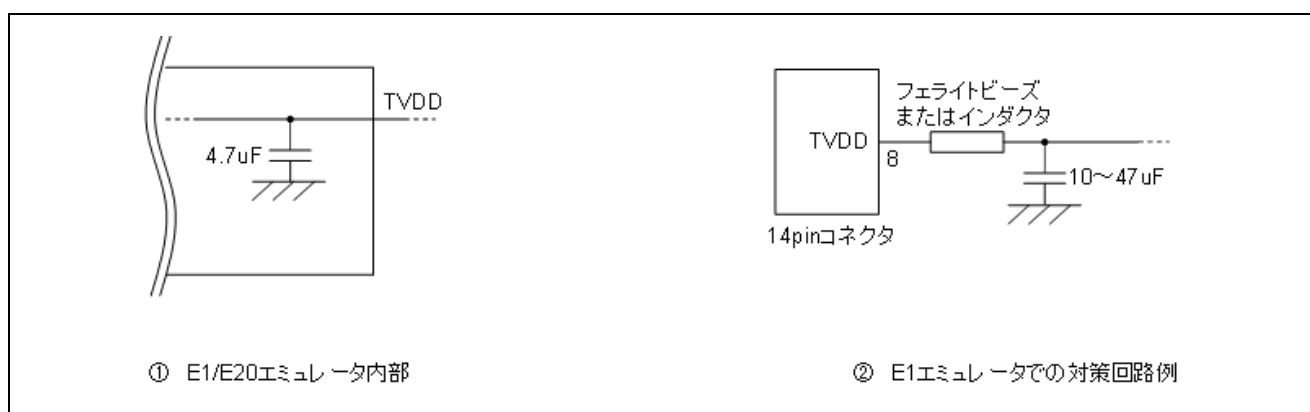

図 2-8 ホットプラグイン向け対策回路
ホットプラグイン接続を行う可能性がある場合には、下記のような回路構成にしておく必要があります。図 2-8 ①のように E1 エミュレータの 8 番ピンには、エミュレータ内部で 4.7 μ F のコンデンサが付いているため、ホットプラグイン接続を行う場合はユーザシステム上の電源電圧が一瞬低下する場合があります。この電圧降下により MCU リセットが発生する可能性があります。図 2-8 ②に示すように、エミュレータ接続コネクタの TVDD ラインの直近にフェライトビーズ(またはインダクタ)と低 ESR で大きめのコンデンサを付けることで症状を軽減することができますが、本対策は、電圧降下を完全に改善するものではありません。なお、ホットプラグイン接続はデバッグ時のみ有効な機能であり、本機能を使用する場合は、別売のホットプラグインアダプタが必要です。